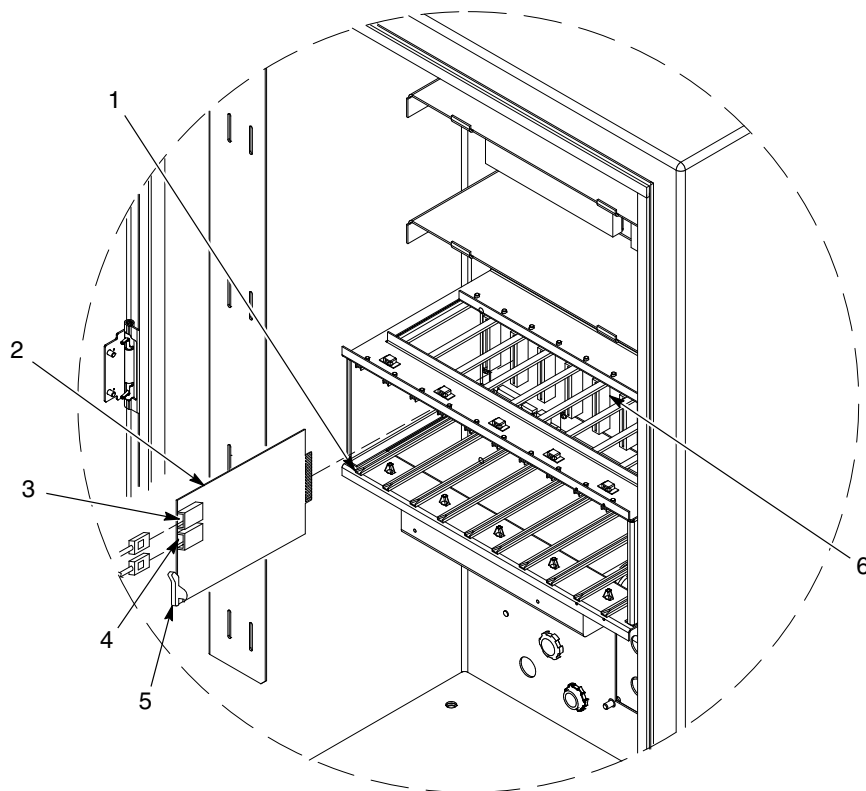

Figura 5-3 Substituição do cartão de controlo de pistolas
Consulte a figura 5-3. As placas de controlo das pistolas (2) estão instaladas na caixa das placas, da direita para a esquerda. Cada placa controla duas pistolas: a tomada inferior da placa é o número da pistola impar; a tomada superior é o número da pistola par.